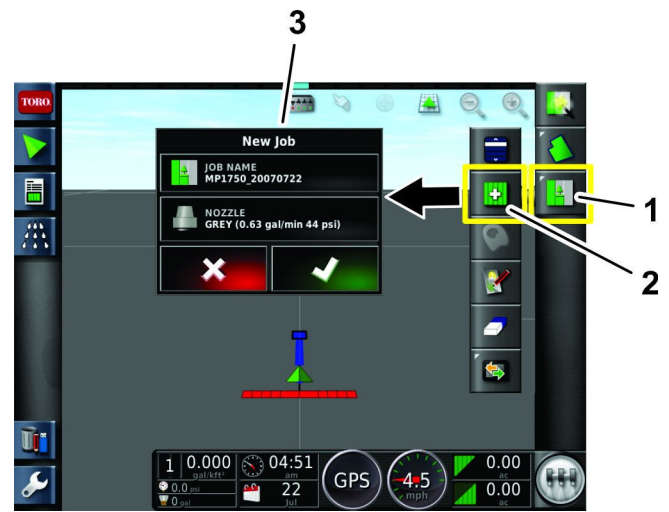

Рисунок 131
5. Выберите значок меню рабочего задания в верхней правой части экрана (Рисунок 131).
6. Введите новое название рабочего задания или оставьте отметку времени по умолчанию (Рисунок 131).